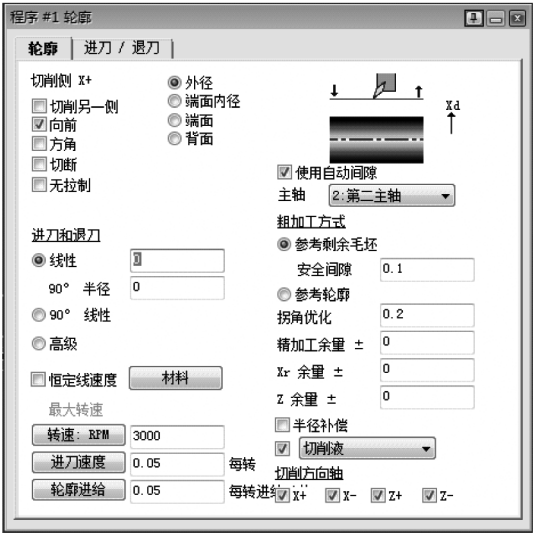

图 7-44 轮廓加工程序
- 2) 用#14 刀具创建轮廓程序，如图 7-44 所示。